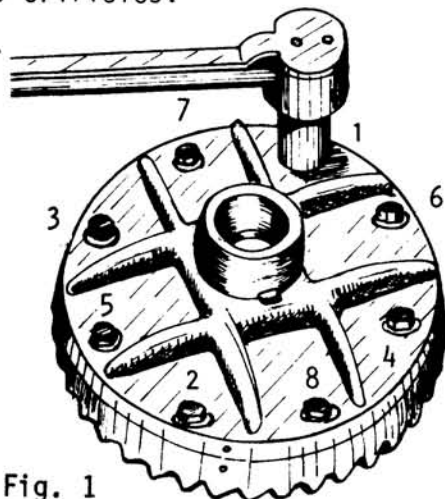

Fig. 1
- c Apriete los tornillos alternadamente y a la torsión recomendada. (fig. 1).